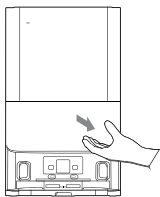

Fig. 19
1. Abra la tapa de la estación de acoplamiento. [Fig. 19]